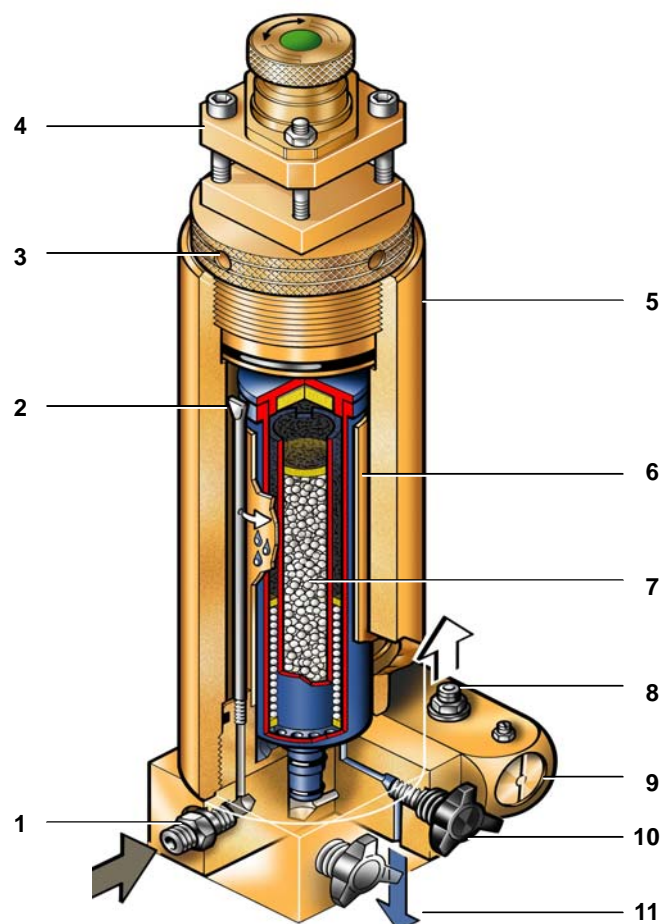

Abb. 29 Système de filtration P21
À la sortie du dernier étage du bloc compresseur, l'air comprimé est refroidi, dans le refroidisseur final, à environ 10 - 15°C au-dessus de la température ambiante, enfin il entre dans le système de filtration **P21** avec cartouche longue durée **TRIPLEX** (Abb. 29). Le système de filtration se compose d'un séparateur et d'une cartouche. Les parties liquides d'eau et d'huile sont séparées de manière sûre dans le séparateur à l'aide d'un tube gicleur.
- Dévisser l'écrou moleté (3, Abb. 29) sur le chapeau du filtre.